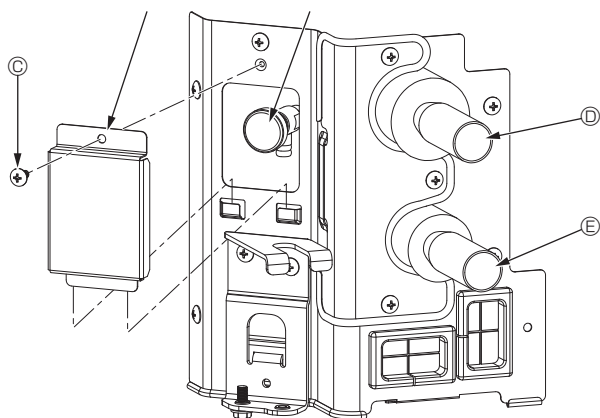

Fig. 7-1
7.2.2. Válvula de salida de aire de la unidad interior (Fig. 7-1)
- ① Retire la cubierta de la válvula de purga de aire.
- ② Sujete "A" con los dedos y gírelo 3-4 veces.
- ③ Válvula de purga de aire
- ④ Cubierta de la válvula de purga de aire (par de apriete: 1,3 ± 0,3 N-m, 1,0 ± 0,2 ft-lbs)
- ⑤ Tornillo
- ⑥ Desde la unidad HBC (entrada)
- ⑦ Hacia la unidad HBC (salida)
7.3.1. Al usar el mando a distancia con cable (Fig. 7-1)
① Botón [ON/OFF]